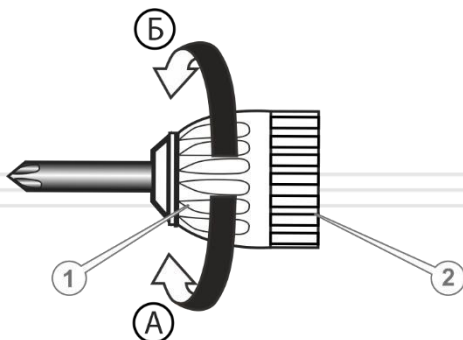

Рисунок 4. Схема встановлення та заміна біти, насадки, свербла.
Щоб вимкнути обертання шпинделя під час фіксації насадки, утримуйте другою рукою корпус патрону (2) (див. рисунок 4).
2. Поверніть від руки обойму патрону (1, рис. 4) проти ходу годинникової стрілки (А), щоб відкрити затискні кулачки, відрегулюйте обертанням обойми отвір патрону до діаметра хвостовика свербла або біти.